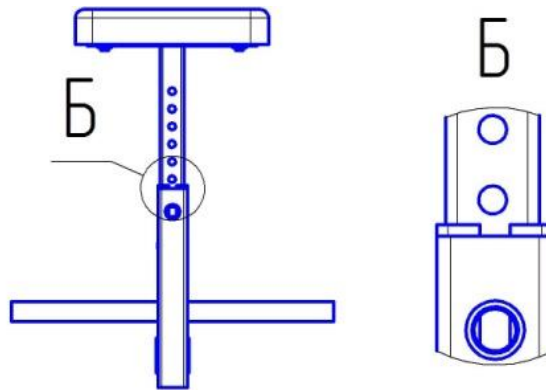

Рис.17 Схема окончательной установки переходника 40x40-50x50.
16. Установить дет. поз.32 (Переходник 40x40-50x50) до упора в вертикальную трубу дет. поз.5 (Маятник). При необходимости использовать инструмент И. Забивать следует через деревянный брусок. Выступающий шип дет. поз. 32 (Переходник 40x40-50x50) должен зафиксироваться в отверстии дет. поз.5 (Маятник). Деталь поз.6 (Основание сиденья) должна оставаться между двумя деталями поз.32 (Переходник 40x40-50x50) в соответствии с рис.17.